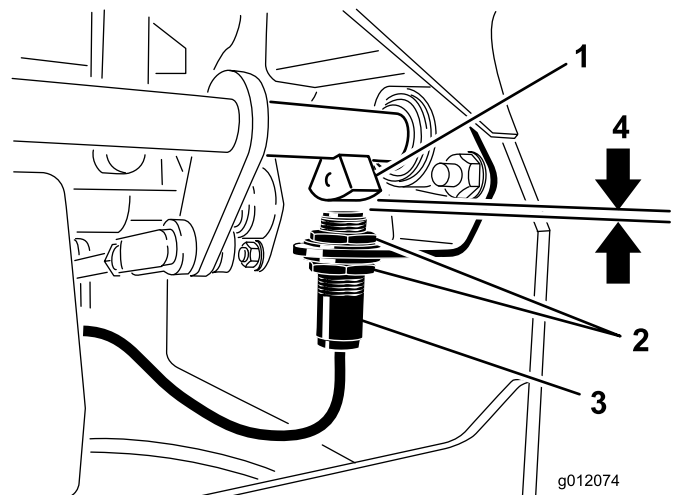

図 77
4. ブレーキシャフト・センサーとインタロックスイッチのプランジャとの距離が 3.9mm になるように、スイッチの位置を上下させて 図 77 のように調整する。